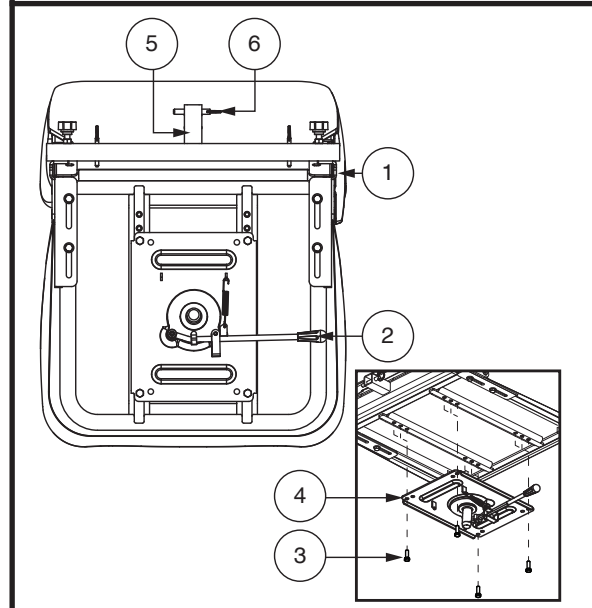

Figura 15. Ajustes en el asiento
3. Afloje los cuatro (4) pernos ubicados en la parte inferior del asiento, dejando la placa del asiento en su lugar. Ver figura 15.
6. Inserte y apriete cuatro (4) pernos para fijar el asiento.
El soporte de accesorios va montado en la parte posterior del scooter y permite llevar accesorios tales como una cesta, un andador o una botella de oxígeno. Utilice la arandela de anclaje para fijar cada elemento al soporte de accesorios. **Ver figura 15.** Para obtener más información, consulte con su proveedor autorizado.